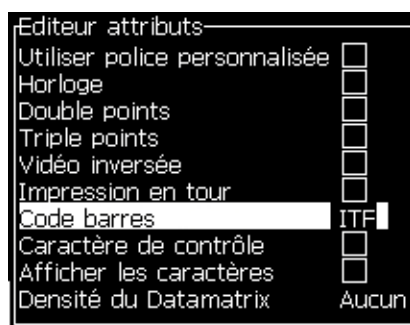

Figure 5-41: Sélectionner le type de code à barre
- 2 Appuyer sur la touche F3 où ALT + E et sélectionner Attributs en ligne pour ouvrir l'écran éditeur d'attributs (Figure 5-41).